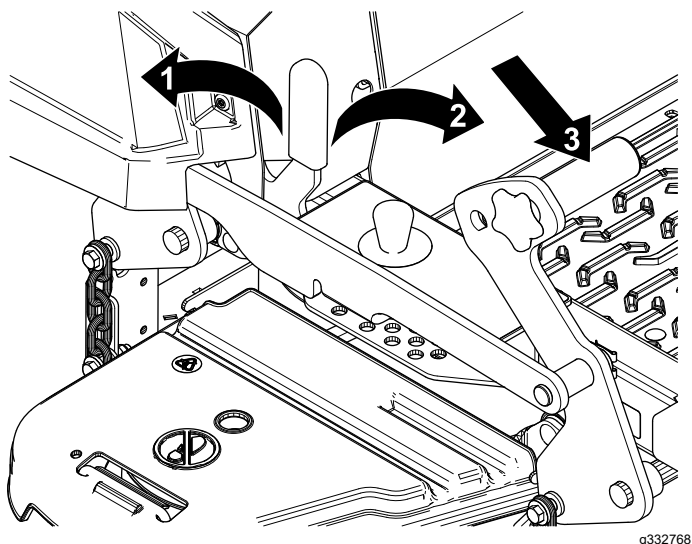

Figura 28
1. Apăsai complet în față pedala pentru ridicarea punii pentru a bloca puntea mainii de tuns iarba în poziția de TRANSPORT (Figura 28).
2. Apăsai în față pedala pentru ridicarea punii și împingeți în față mecanismul de blocare pentru transport în poziția DEBLOCARE, apoi coborâți ușor puntea mainii de tuns iarba. (Figura 28).